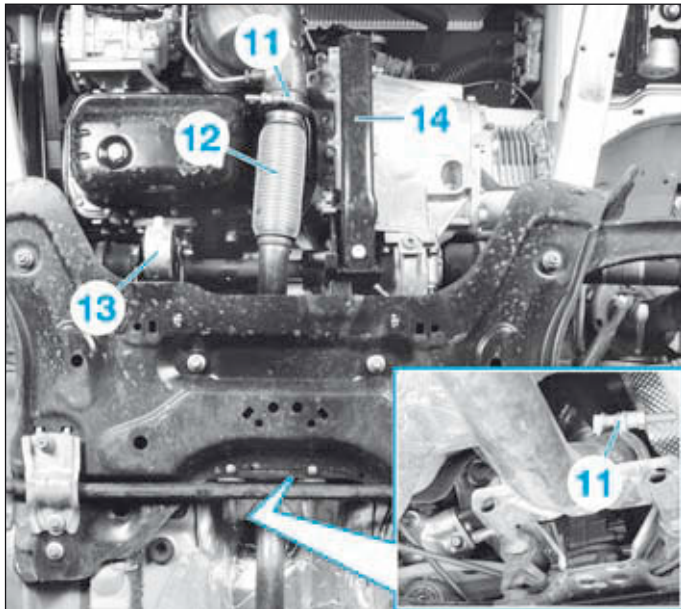
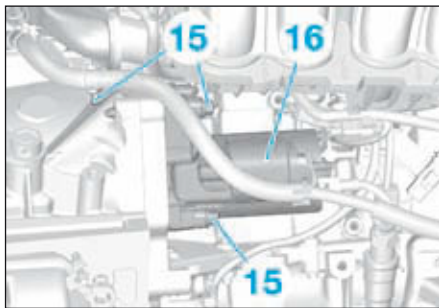

FIG.7
FIG.8
- les 2 colliers (11) (Fig.7),
- le flexible d'échappement (12),
- la biellette anticouple (13),
- le raidisseur de boîte de vitesses (14),
- les 3 vis de fixation (15) du démarreur (16) (Fig.8).